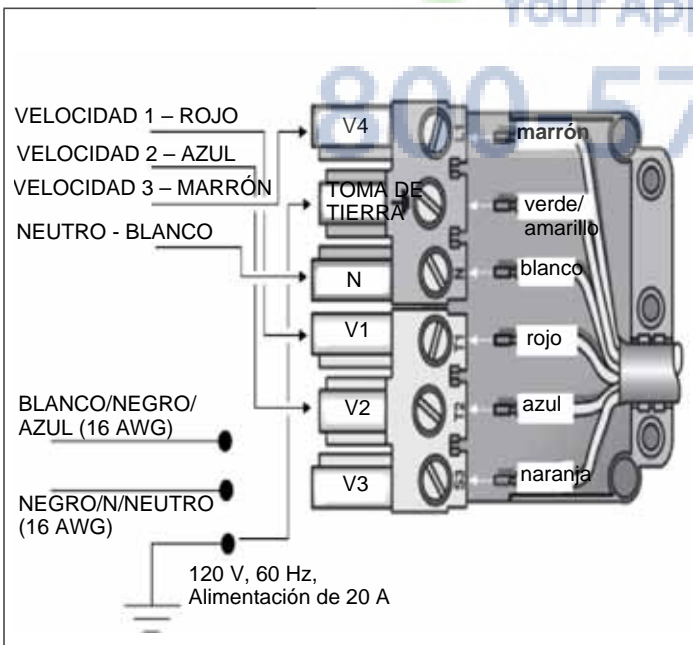

Figura 23: Cableado de la campana con un ventilador en línea
7. Conecte el ventilador en línea con los cables del conector en espiral (etapa 6), como se muestra en la Figura 23. Conecte el cable verde de toma de tierra al tornillo de toma de tierra de la caja de conexiones.